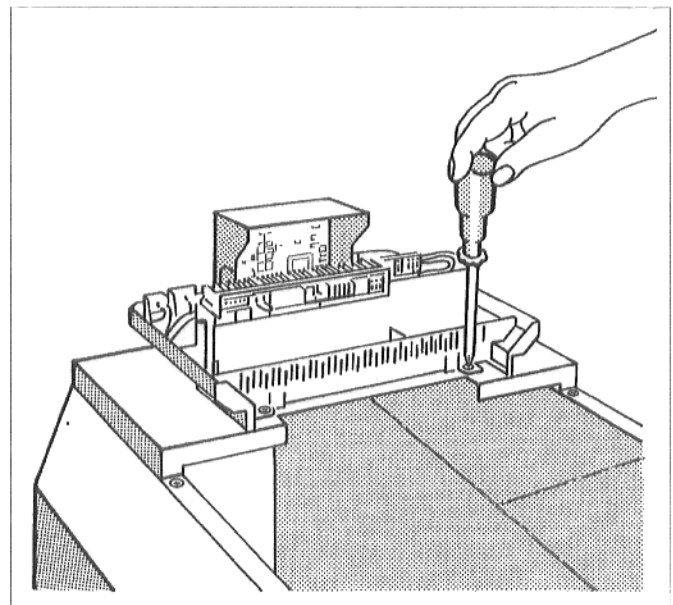

Abb. 11: Regelgerät festschrauben
- Regelgerät mit zwei Schrauben auf der vorderen Kesselhaube festschrauben (Abb. 11).